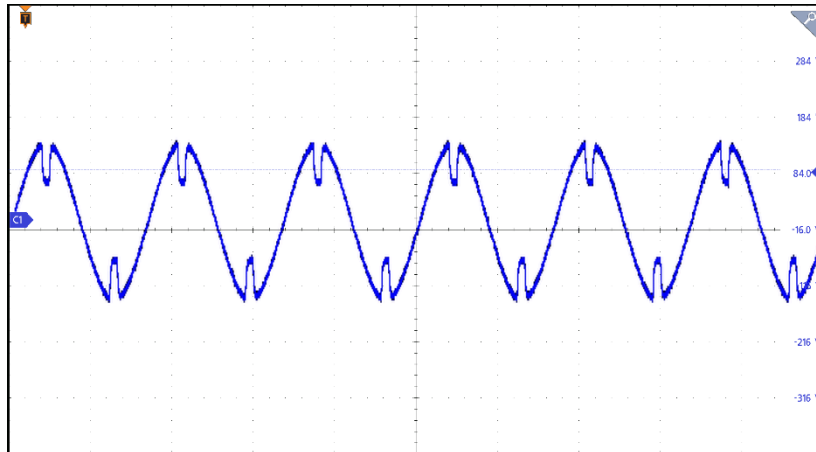

图 5-40 瞬态波形模式(Transient)设定页面(第一相设定范例输出波形)(Sag)
8. 设定参数后, 点击首页键 , 再点选  可触发输出, 输出波形如图 5-40。